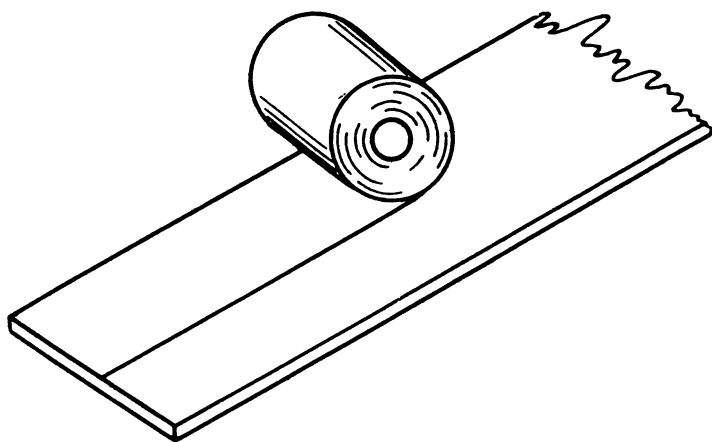

Рис. 4.36
- Металлической линейкой удобней пользоваться, если с нижней стороны проклеить ее изоляционной лентой (рис. 4.36).